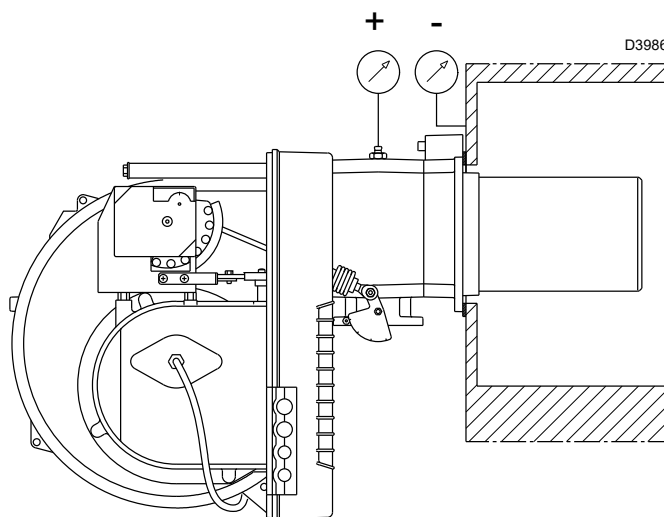

Fig. 27
- Monter un manomètre (Fig. 27) sur la prise de pression du gaz du manchon. Il sert à avoir approximativement la puissance MAX du brûleur avec les Tab. H à la page 30.
L'arrivée du gaz au manchon est mise en évidence par le manomètre (Fig. 27 à la page 22).
À titre d'exemple, il est possible de l'obtenir à partir du tableau de la Tab. H à la page 30, il suffit de lire la pression du gaz sur le manomètre de la Fig. 27 à la page 22, et de suivre les indications données à la page 18.